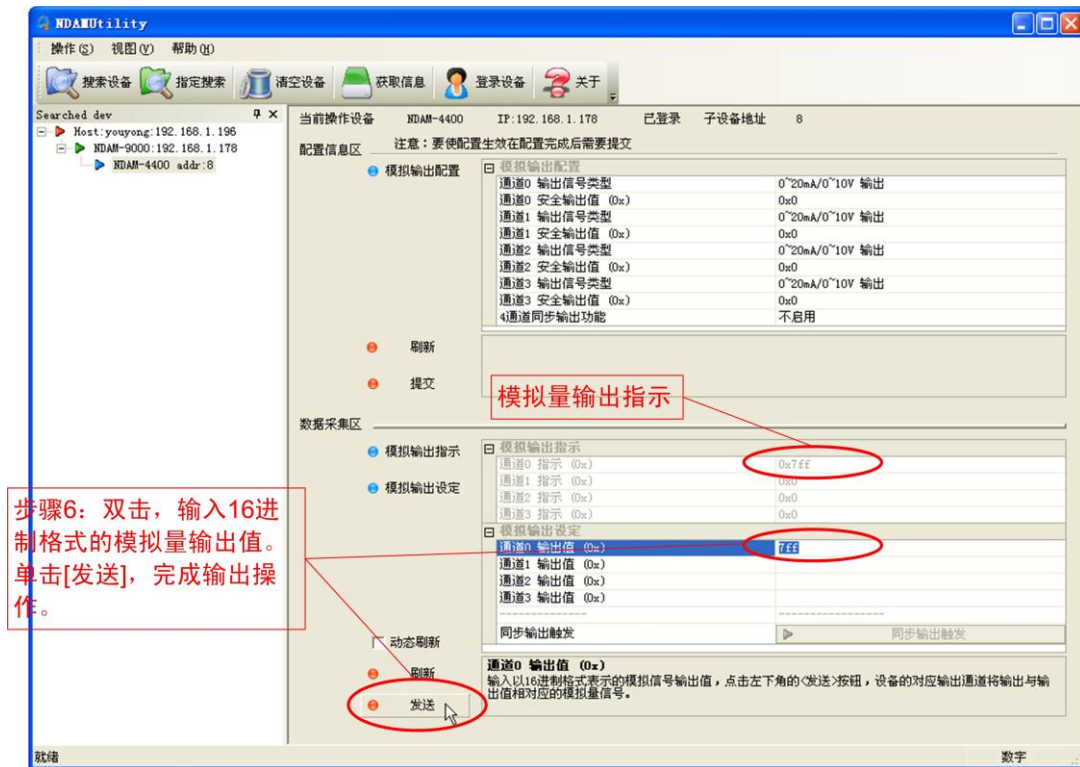

图 3.6 设定模拟量输出值（同步输出不启用）
- 输出模拟量信号（以通道 0 为例，其他通道类似）。双击图 3.6 中所标示处，把待输出的电流或电压值，换算成十六进制输入，单击“发送”，NDAM-4400 的 0 路通道的 Isink0、Vout0 端子将输出设定的电流、电压信号。
- 6) 图 3.6 中表示的是没有启用同步触发输出功能时的操作方法, 用户设定新的输出值后, 模块会立即将该值输出, 同时, 从 NDAM-4400 模块内部读取的各通道的当前实际输出值: “模拟输出指示”, 也会立即更新。